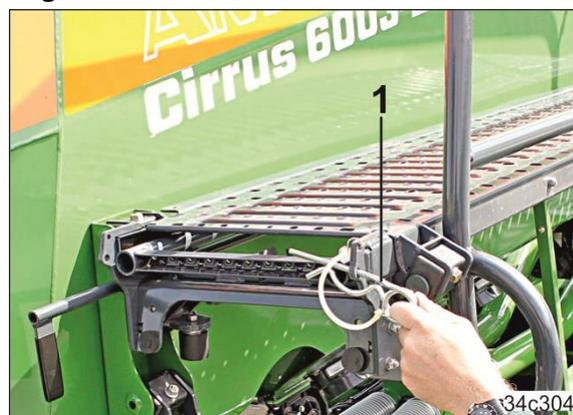

Fig. 339
2. Die Leiter mit dem Federstecker (Fig. 339/1) sichern.